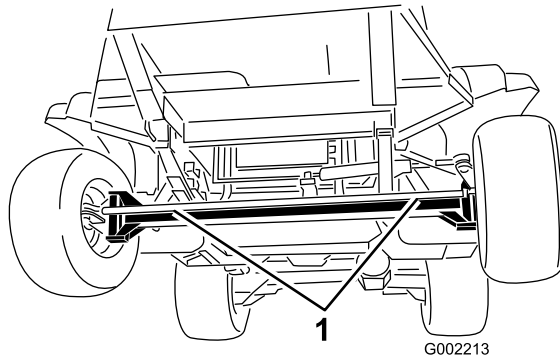
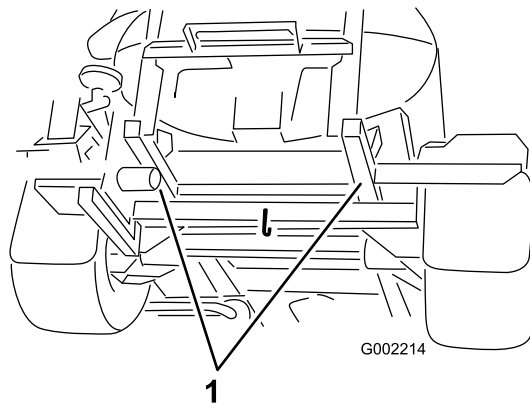

Bild 54
Bild 55
2. Bringen Sie eine Schleppleine am Rahmen an, siehe Abschleppstellen vorne und hinten (Bild 54 und Bild 55).